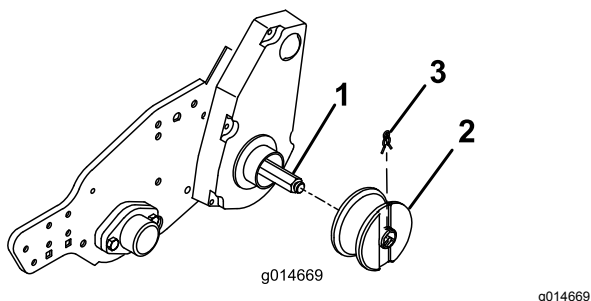

Figura 10
3. Insira uma roda em cada eixo e prenda-a com um clipe de roda (Figura 10).